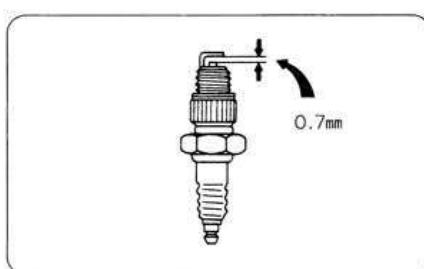

図36
- ① エンジンの調子が悪いときには、点火プラグに原因があることもあります。プラグを取り外し、電極に付着のカーボンを取り除き、紙ヤスリで磨いて、電極スキマを調節します。(図36)